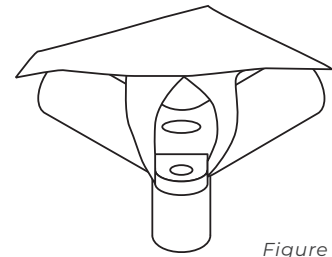

Figure 4
5. Posez la bâche de toit sur la structure. Tirez les boucles en nylon par-dessus les angles, comme illustré sur la figure 4. Un des angles est pourvu d'un ruban de traction pour faciliter la mise en place de la dernière boucle.